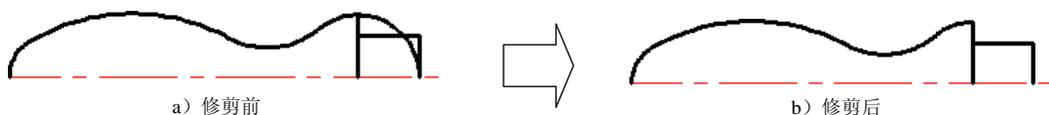

图 17.4.10 进行修剪操作
Step10. 编辑图形。选择下拉菜单 **修改(M)** → **修剪(T)** 命令, 对图 17.4.10 行修剪, 修剪后的结果如图 17.4.10 示。